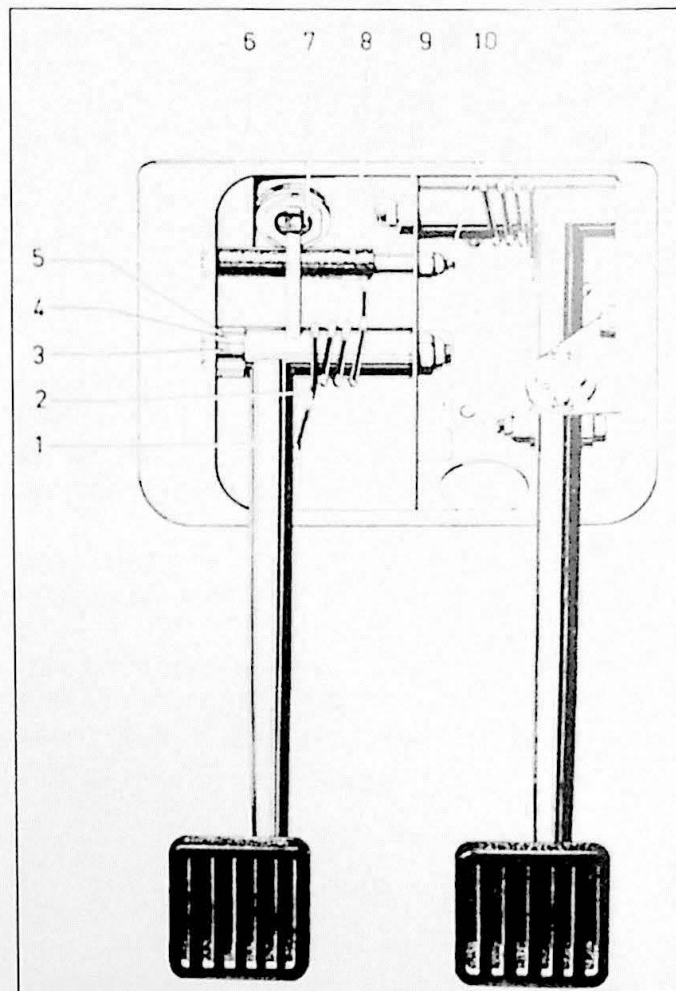

Fig. 5.13. Pedaalopstelling model P120, P1800 (uitvoering III).
1. Verwijder de splitpennen en de bouten van de pedalen. Haak de terugtrekveer los. Maak de schroef en moer los (uitv. II, uitvoering I heeft twee schroeven) van de pedaalas (8, Fig. 5.13), neem de pedalen (4 en 9) en de as weg.